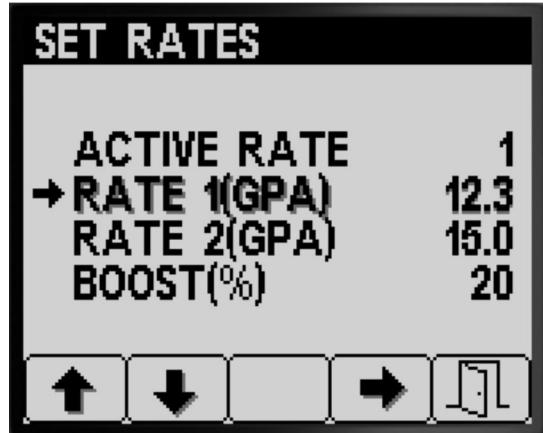

図 6
- ボタン1と2でRATE 1またはRATE 2へ移動図6。
- ボタン4はレートの選択図6。